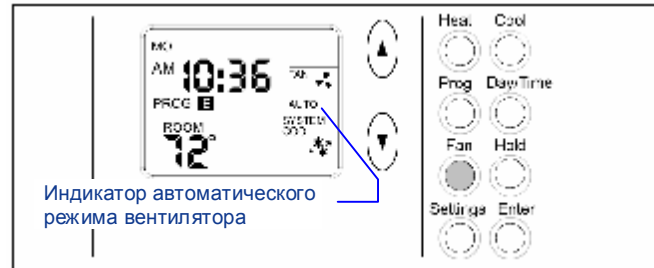

Рис. 17. Автоматический режим вентилятора
Если выбран автоматический режим вентилятора (в окне вентилятора высвечивается слово **AUTO** – см. Рис. 17), он будет работать только совместно с нагревательным или охладительным оборудованием.
В термостате L3532H предусмотрено напоминание о смене фильтра и проведении *регламентного обслуживания* (PO), как это определено владельцем (если он это сделал). Напоминания сначала нужно активизировать. Для этого нажмите кнопку **Settings** (под кнопкой **Fan**, см. Рис. 17) однократно либо дважды, выбирая требуемое напоминание, как это показано на Рис. 18 и описано в Таблице 1.